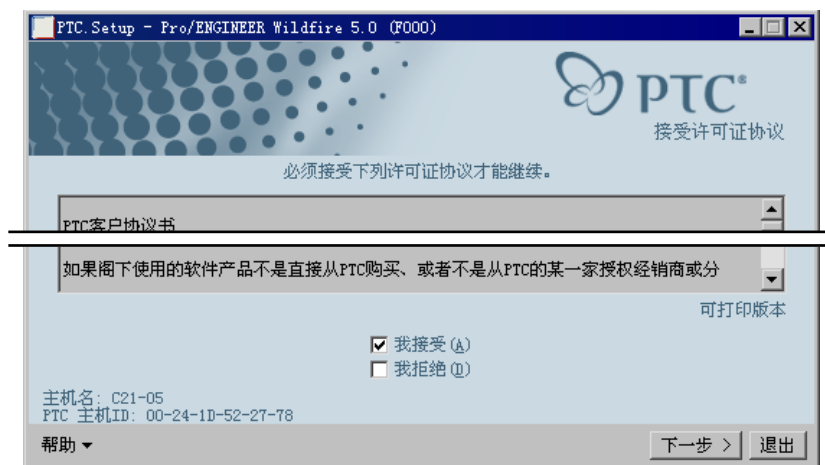

图 2.5.3 接受许可证协议
Step4. 系统弹出图 2.5.3 所示的对话框, 在该对话框中进行下列操作:
(1) 选中 ☒ **我接受 (A)** 复选框。
(2) 单击 **下一步 >** 按钮。